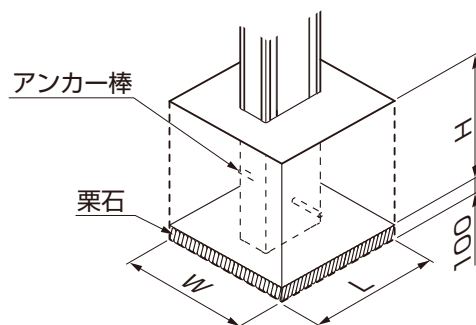

図2-1 基礎寸法
①図2-1にしたがって栗石を敷いてください。（表2-1、表2-2参照）